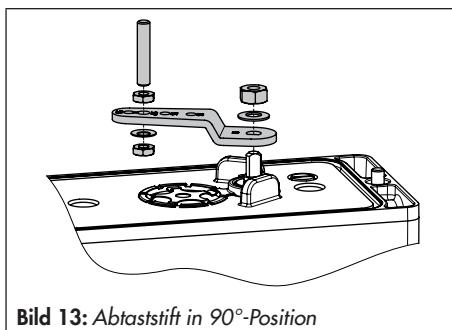

Bild 13: Abtaststift in 90°-Position
4. Abtaststift am Hebel des Stellungsreglers in die 90°-Position setzen und festschrauben (vgl. Bild 13). Dabei nur den längeren Abtaststift aus dem Anbausatz verwenden.
5. Stellungsregler auf dem Adapterwinkel (1) so ausrichten, dass der Abtaststift in das Mitnehmerrad (3) des Antriebs greift.
6. Stellungsregler mit den Befestigungsschrauben (6) an den Adapterwinkel (4) montieren.
4. Abtaststift am Hebel des Stellungsreglers in die 90°-Position setzen und festschrauben (vgl. Bild 13, Seite 56).
7. Umkehrverstärker Typ 3710 (7) mit den beiden Führungsbuchsen (8) und der Abschlussplatte (9) mithilfe der zugehörigen